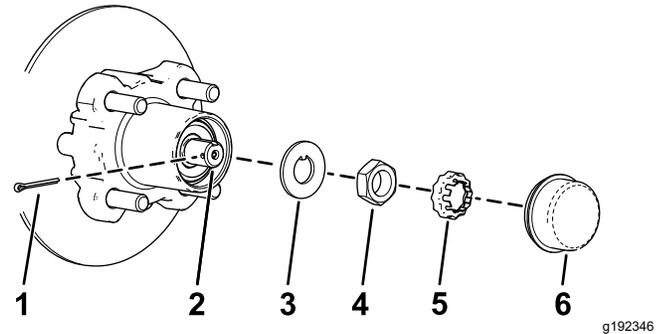
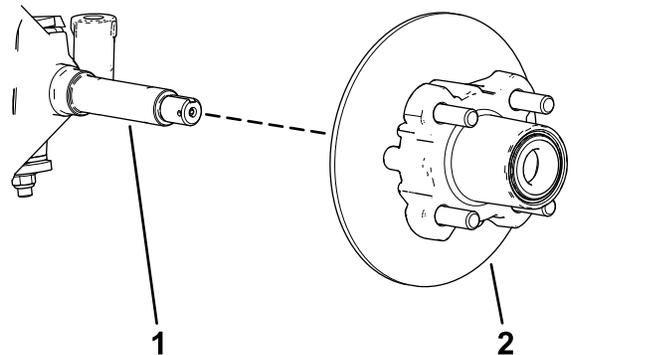

图 33
图 34
4. 从轮毂上卸下防尘盖图 33。
5. 从主轴和主轴螺母上卸下开口销和螺母卡环图 33。
6. 从主轴上卸下主轴螺母将轮毂和转子总成从主轴上分开图 33和图 34。